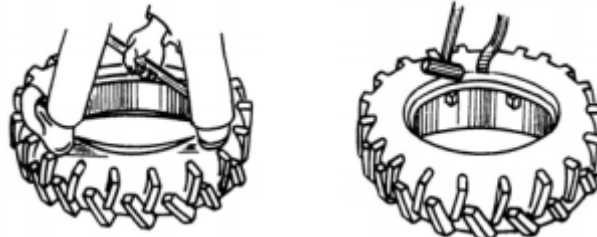

Figura 4-13 Instalación de llantas
4.2.10.2.1 Desmontaje del neumático (vea la figura 4-13)
Figura 4-13 extracción del neumático